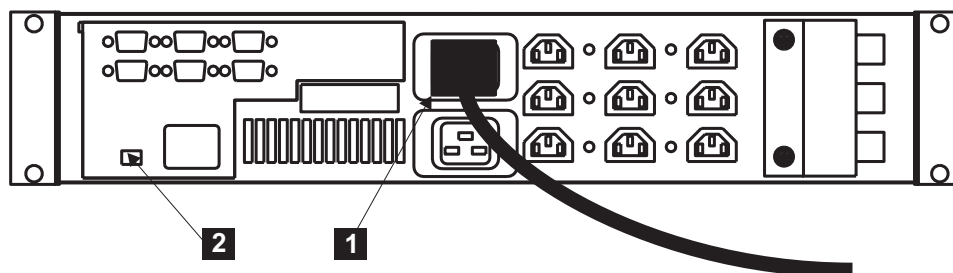

図 297. 2145 無停電電源装置 電源ケーブルの取り付け
9. 2145 無停電電源装置の後部で、2145 無停電電源装置の主電源ケーブルを電源ソケット (721 ページの図 297 の **1**) に差し込みます。